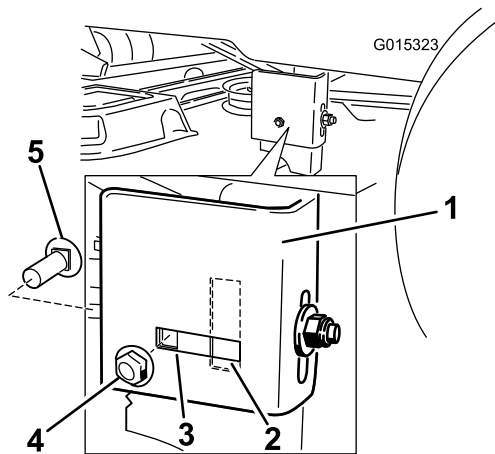

Figura 50
Nota: Compruebe si el perno de cuello cuadrado lateral está en la posición fija o ranurada (Figura 50).
8. Si el perno de cuello cuadrado lateral está en la posición fija, retire el perno de cuello cuadrado lateral y la tuerca de bloqueo lateral de la posición fija, e instáloselos en la posición de ajuste ranurada (Figura 50).